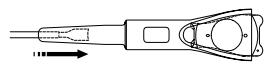

Fig. 12
- Stäng käftarna på ICL:ens och TICL:ens laddningstång och för in dem in i cylindern från patronens framsida. (Fig. 12)